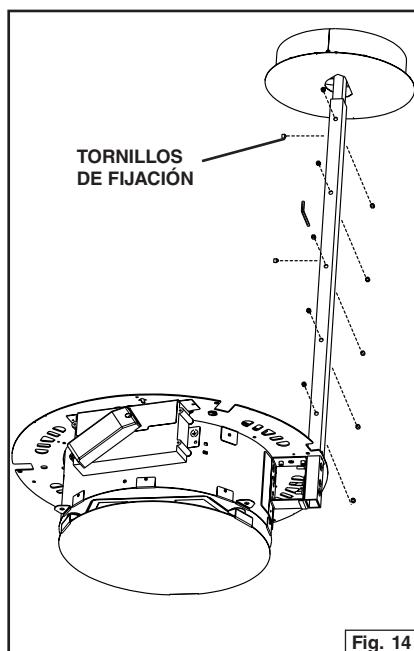

Fig. 14
6. Instale el brazo de apoyo inferior en el brazo superior a la altura de montaje deseada. Apriete los tornillos de fijación, asegurándose de que por lo menos (5) tornillos tengan contacto con el brazo superior. Fig. 14. Repita para la segunda unidad.